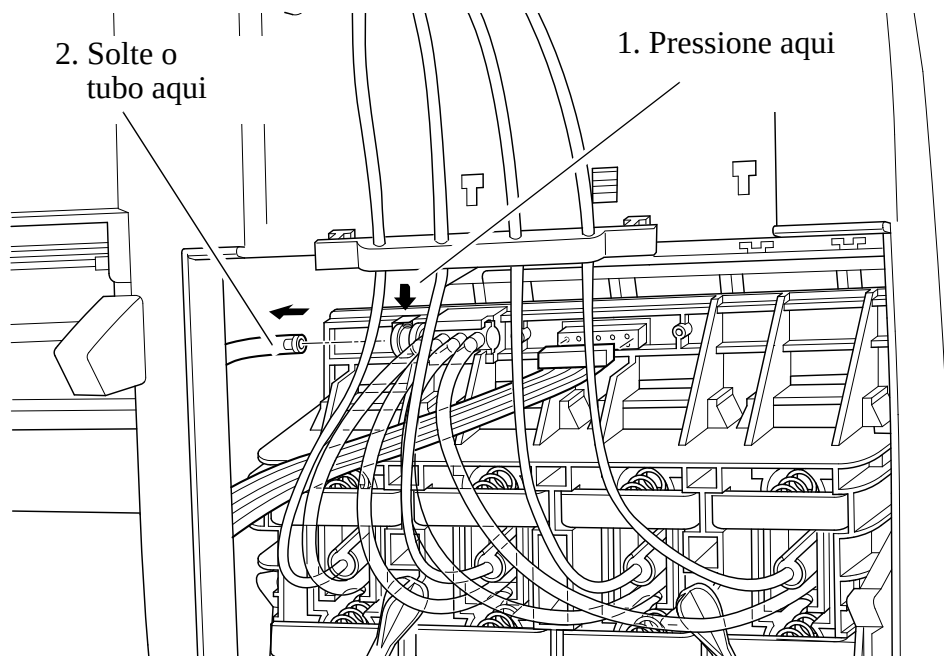

Figura 13: Tubo de ar
6. Desconecte o tubo de ar (consulte a Figura 13).